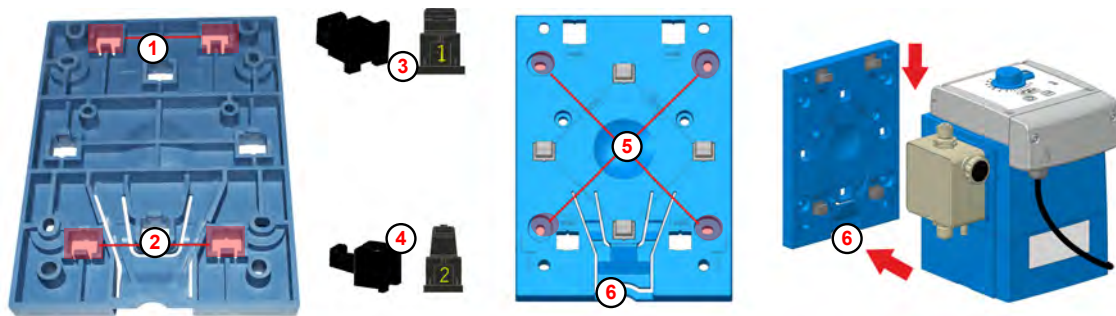

Fig. 5: Predisposizioni per il montaggio a parete
Le aperture per il montaggio a parete ( Fig. 5 , ① e/o ② ) sono contrassegnate con il numero 2 sul lato inferiore della piastra di montaggio.